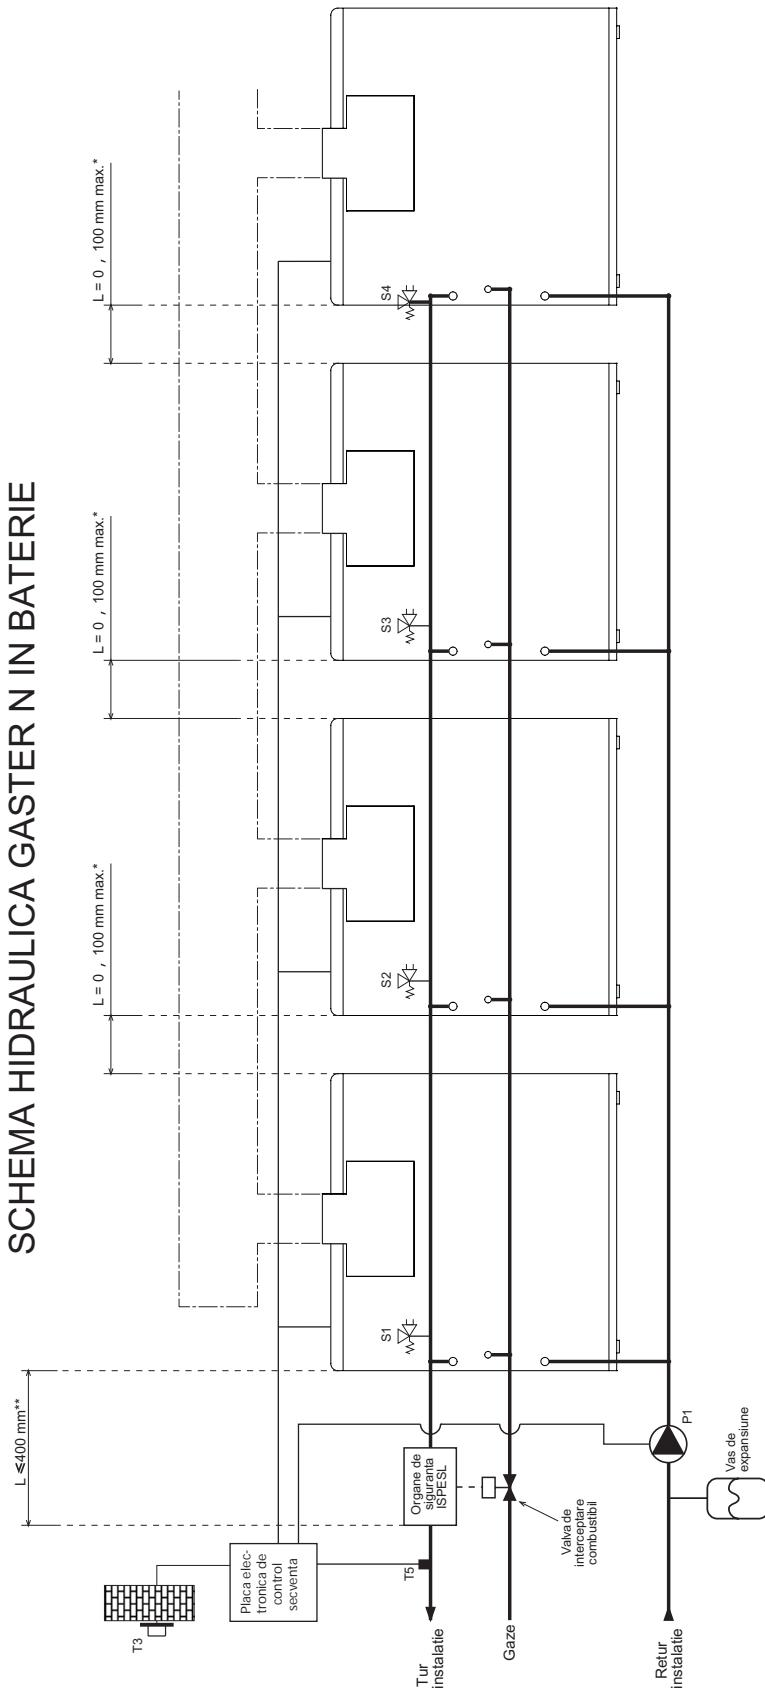

fig. 10
- Raccordati modulele la un circuit hidraulic cu colector dublu (un colector de tur si unul de return) respectand indicatiile din schemele din fig. 10 si 11.
Daca se doreste ca generatoarele care compun grupul modular sa functioneze in cascada, trebuie utilizat un bloc electronic de secventa. (fig. 10 si 11).